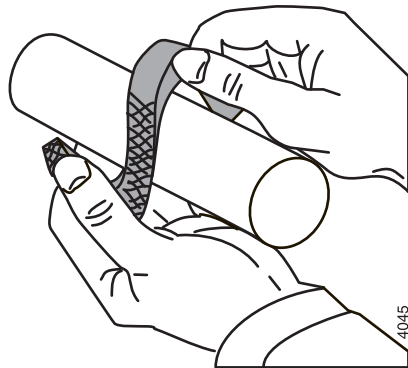

Figura 20: Piegare assialmente gli anelli di guarnizione.
- 1 Montare i 5 anelli di guarnizione. Posizionare le guarnizioni con le aperture alternate. Gli anelli di guarnizione verranno aperti piegandoli solo assialmente, vedere la figura 20.